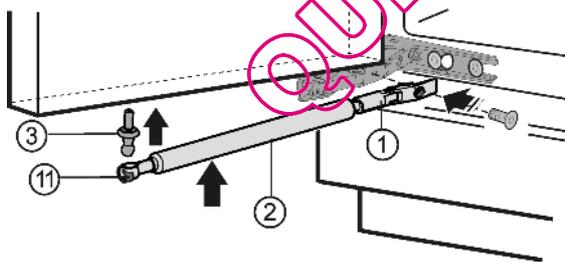

Fig. 5
- ▶ Visser le pivot sphérique Fig. 5 (3) à fond dans le nouveau trou de fixation avec 4 Nm (Torx® 25).
- ▶ Remettre le ressort tendeur Fig. 5 (11) à l'intérieur.
- ▶ Visser le support Fig. 5 (1) avec un couple de serrage de 3 Nm.
- ▶ Accrocher l'amortisseur Fig. 5 (2) de fermeture au tourillon.